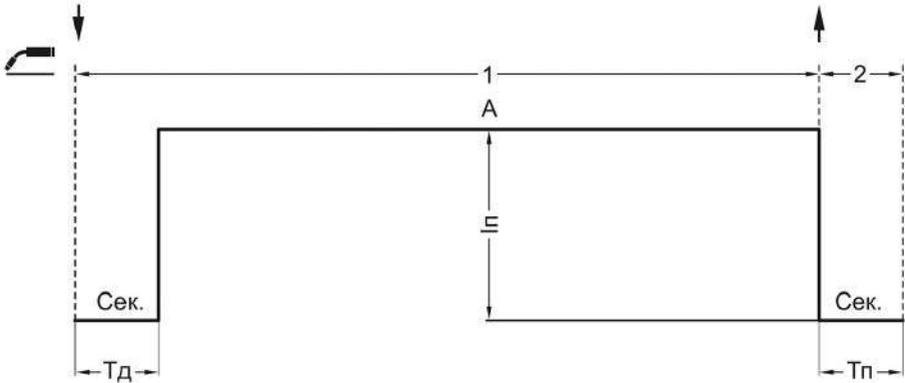

Рис. 7.4.1. Режим работы аппарата 2Т.
**Двухтактный режим (2Т)** рекомендуется использовать при длине сварочных швов до 200 мм (см. рис. 7.4.1).